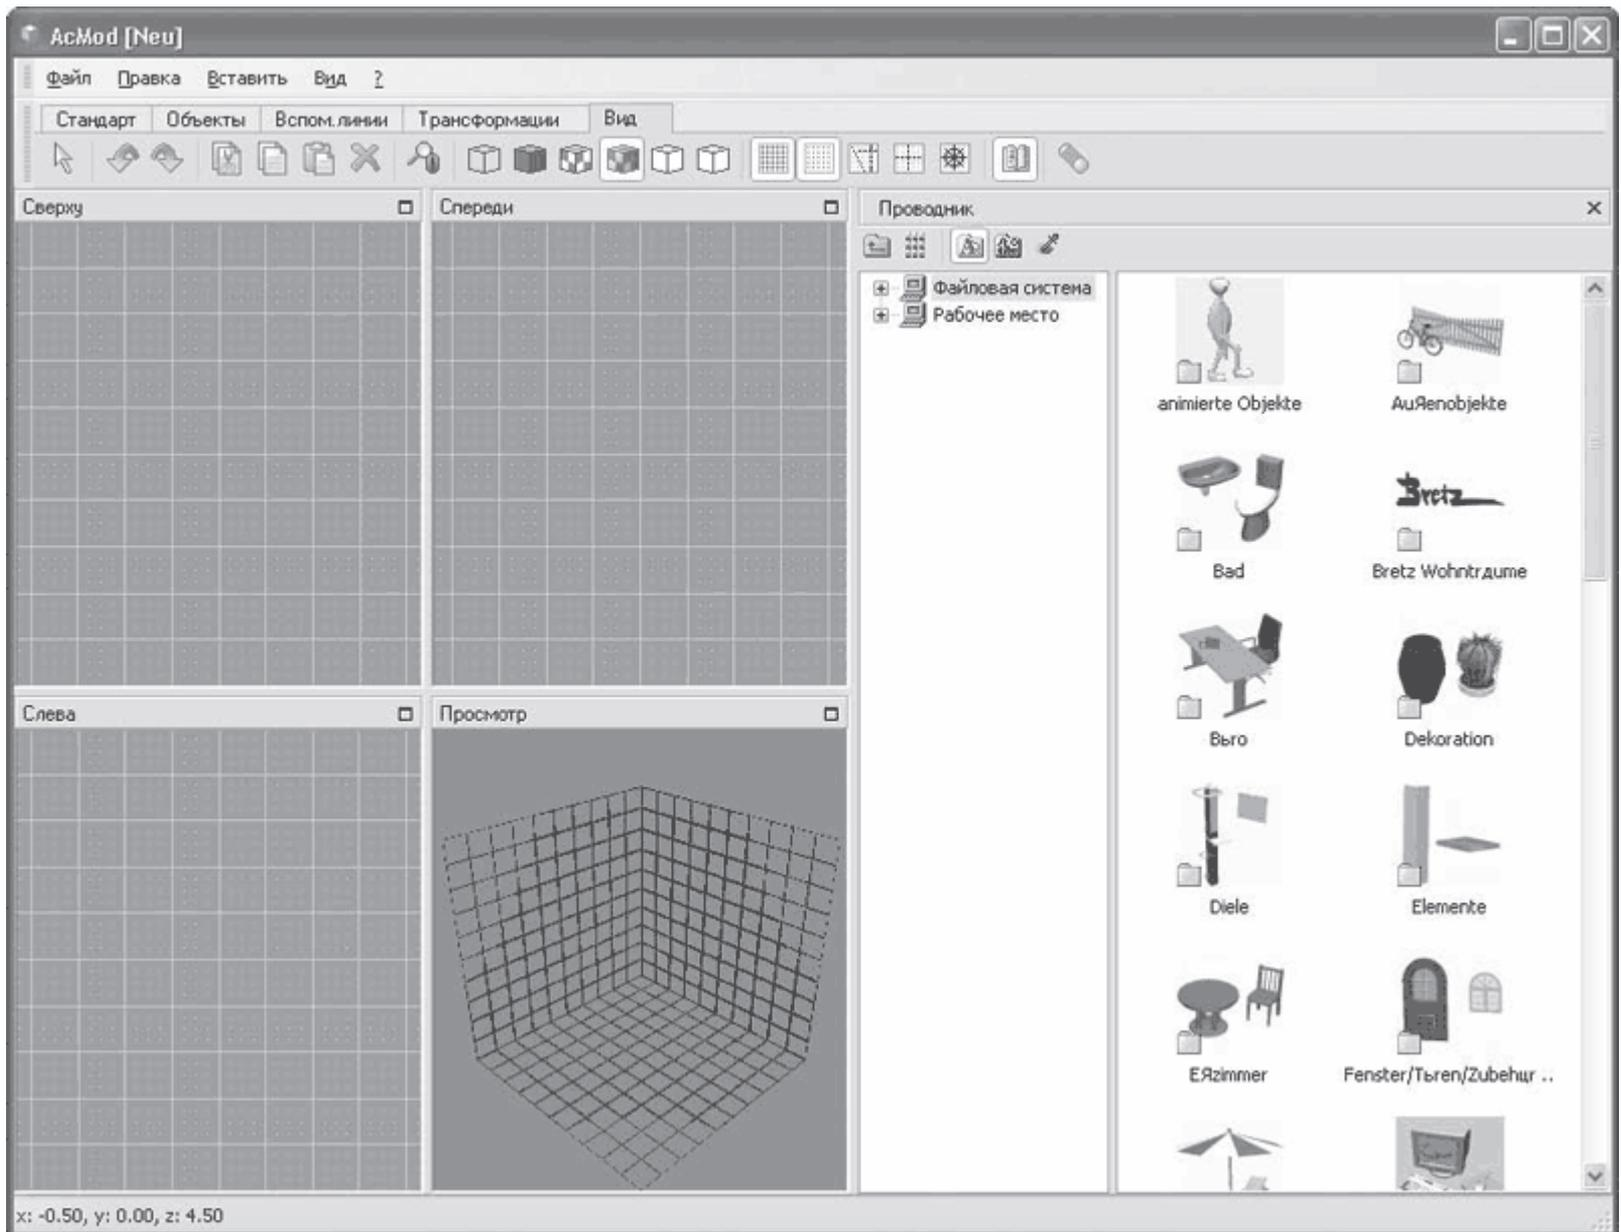

Рис. 1.51. Модуль AsMod для разработки собственных 3D-объектов
– данная команда открывает доступ к подпрограмме (рис. 1.51) для моделирования отдельных объектов, которые потом могут использоваться в программе. Данное приложение обладает достаточно мощным функционалом и называется AcMod. С помощью модуля AcMod вы сможете самостоятельно разрабатывать различные трехмерные модели объектов интерьера и экстерьера, которые потом будут сохранены в общей базе данных и использоваться на равных со стандартными объектами ArCon.